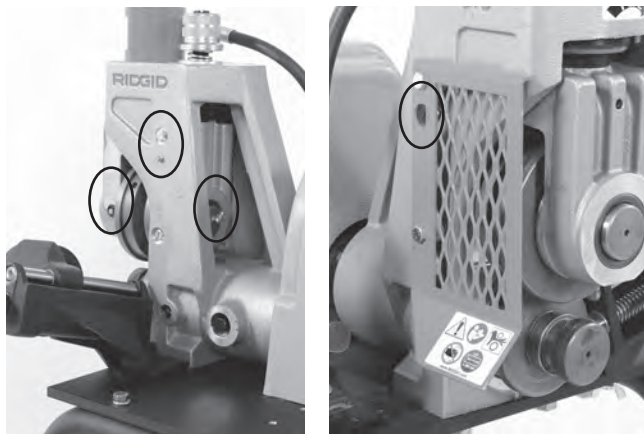

Figura 18 – Puntos de engrase
- Lubrique la ranuradora en los puntos de engrase (vea la Figura 18). Agregue grasa hasta que se rebalse levemente.